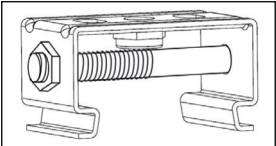

Рис. 1
**Внимание!** Для надежной фиксации осветительного прибора необходимо использовать стягивающие болты, входят в комплект поставки. Болты необходимо установить в боковые отверстия на скобах и затянуть гайкой (рис. 1).